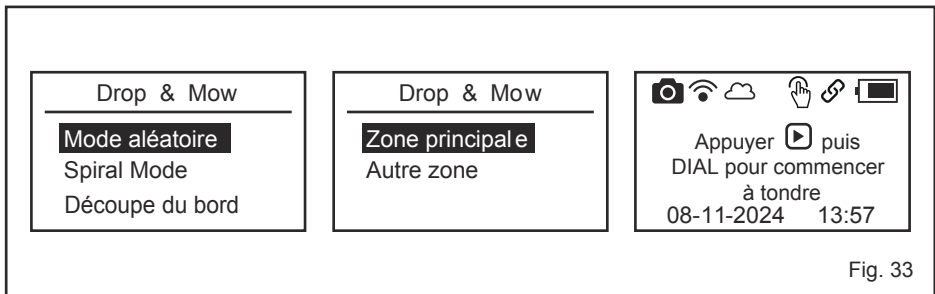

Fig. 33
- Sélectionnez le mode aléatoire, le mode spirale ou la découpe des bords en tournant la molette. Appuyez sur la molette pour confirmer (Fig. 33).
- Appuyez sur la molette pour confirmer (Fig. 33)